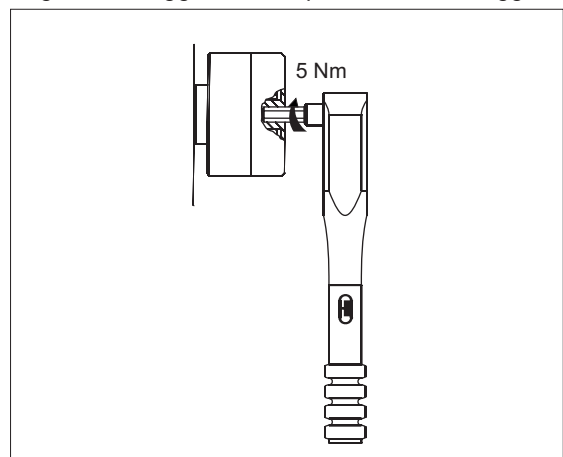

Fig. 12: serrare il coperchio dell'alloggiamento usando la chiave dinamometrica
3. Avvitare a mano il coperchio dell'alloggiamento sulla parte inferiore. (Non spostare angolarmente la filettatura!) Serrare il coperchio dell'alloggiamento applicando una coppia di serraggio = 5 Nm (fig. 12).